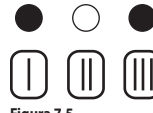

Figura 7.5
- Per settare la pressione di accensione del bruciatore le spie di segnalazione 1 in Figura 3.1 devono essere visualizzate come in Figura 7.5 (legenda spie a pag. 1).